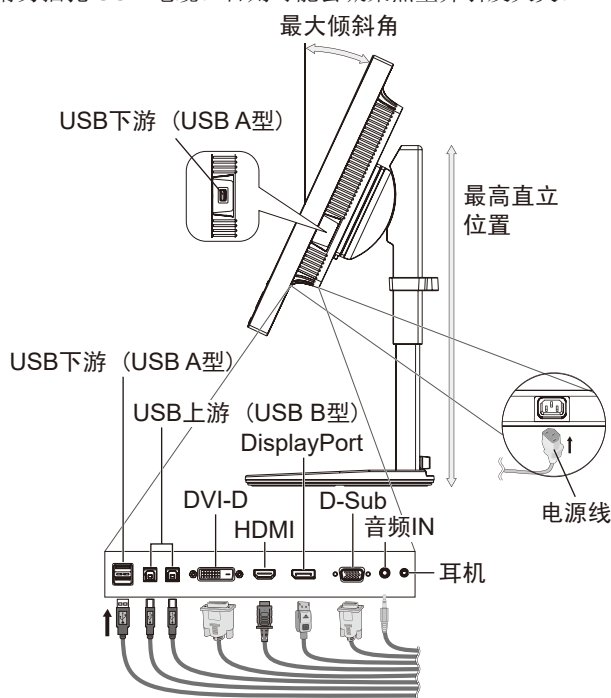
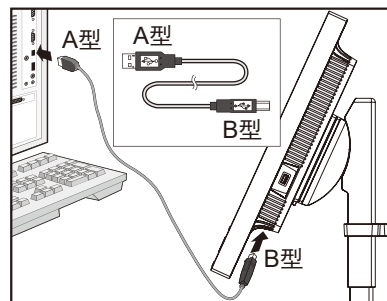

图 C.1
图 C.1a
4. 将所有电缆连接至相应的接口 (图 C.1)。使用 USB 电缆时，将 B 型接口连接至显示器右侧的 USB 上游端口并将 A 型接口连接至计算机上的下游端口 (图 C.1a)。如果使用 USB 设备的线缆，则将其插入显示器的任一下游端口。